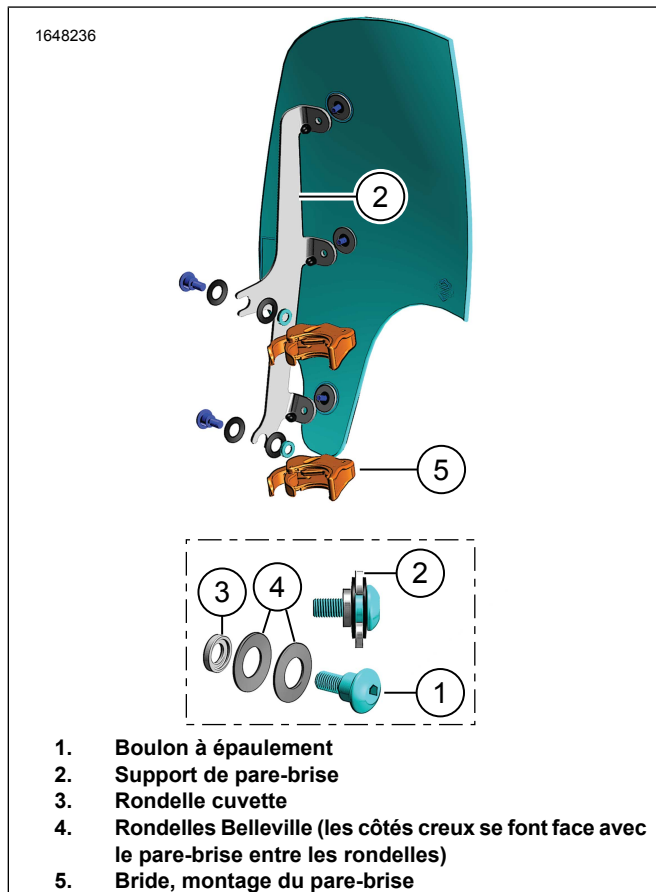

Figure 3. Bride de montage du pare-brise
2. Voir la figure 3. Retirer les brides (5) et les kits de visserie de l'emballage.